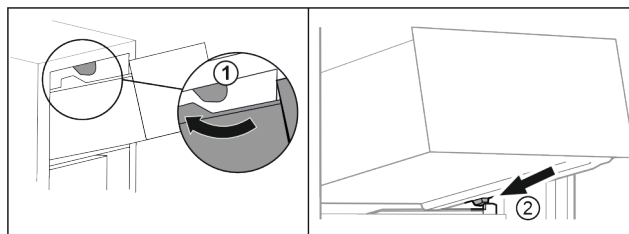

Fig. 97
- ▶ Vedte zásuvku podél horních zářezů. Fig. 97 (1)
- ▶ Nasadte zásuvku šikmo za dolní zářezky na žebrování na nádoby. Fig. 97 (2)